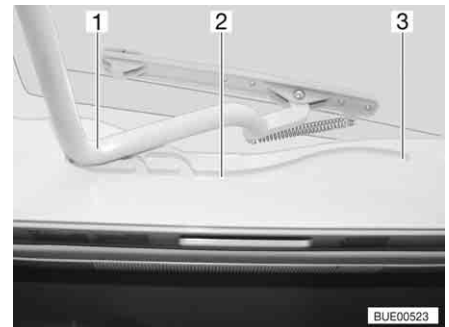

Fig. 88 Oblò Heki, guida
- Tirare la staffa (Fig. 88,1) nelle guide (Fig. 88,2) fino alla posizione più all'indietro (Fig. 88,3).
- Spingere la staffa (Fig. 88,1) leggermente verso l'alto con ambedue le mani.
- Tirare la staffa nelle guide (Fig. 88,2) fino alla posizione desiderata.